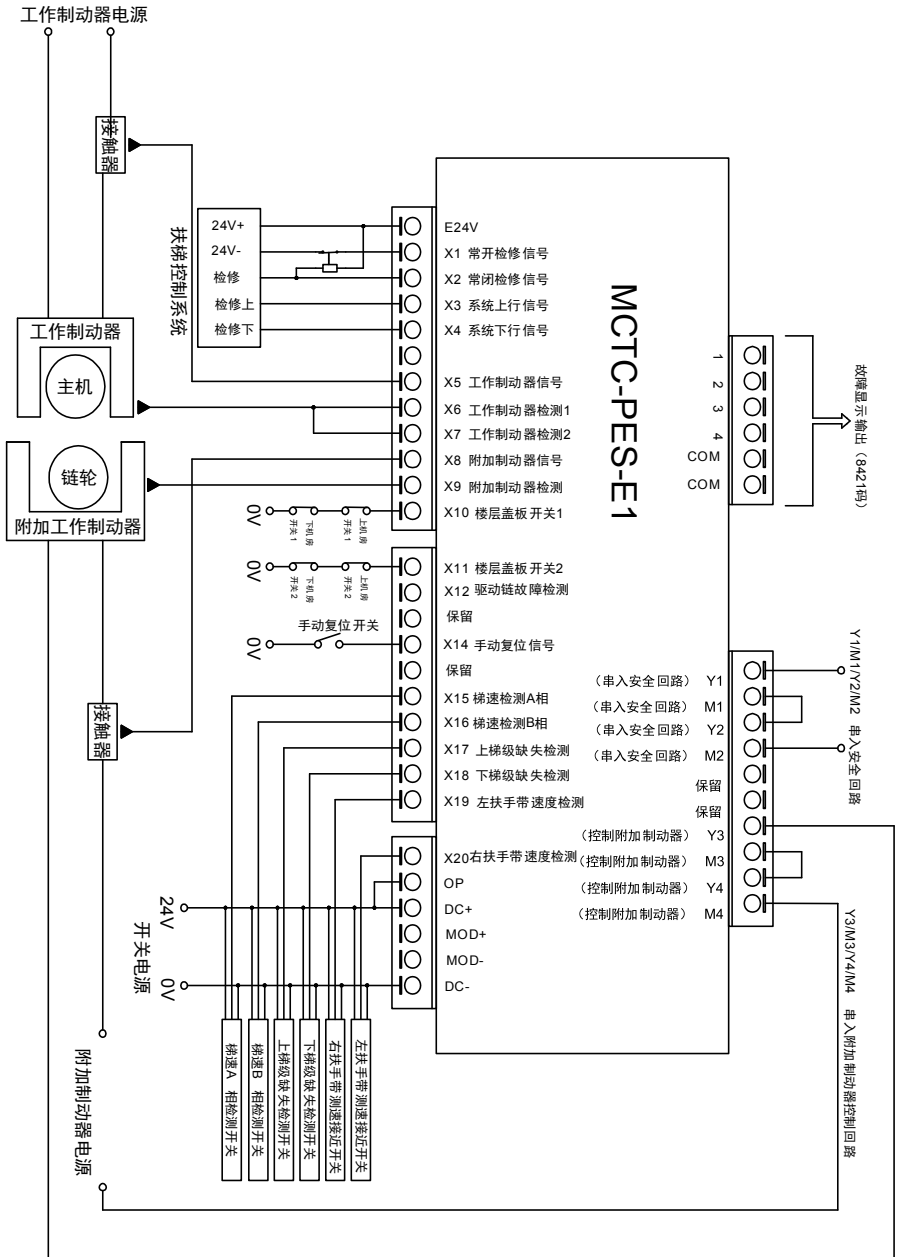

图 2-10 系统电气接线示意图
- ◆ PES 板 X1 信号前的继电器 (具体接线方法请参图 2-10)；